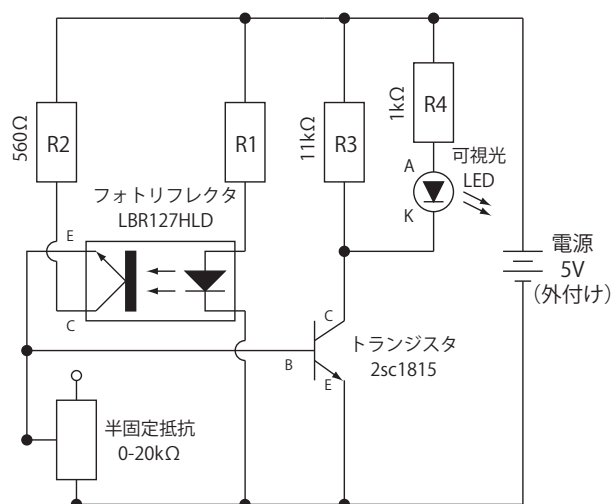

図 3.1: 課題回路: フォトリフレクタ回路
1. EAGLE で部品回路図を作成する前に、図 3.1 に示された回路における R1 の抵抗値を算出せよ。フォトリフレクタは上述のように LED とフォトトランジスタからなるが、抵抗 R1 は LED に流す電流を制限するために必要な素子である。表 3.1 にフォトリフレクタの LED 部の仕様表 (電気特性の一部を抜粋) を示してある。 I_F とはこの LED に流す上で標準的な電流値であり、**推奨値は $I_F = 20[\text{mA}]$** である。LED の順電圧 V_F とは LED に電流が流れ始めるしきい値電圧で、それ以上の電圧は LED にはかからない。ここでは Typ の値である $V_F = 1.2[\text{V}]$ を用いて計算する。図 3.1 より、本回路における**電源電圧は $5[\text{V}]$** である。これらを元に R1 の値を算出せよ。
3. 図 3.1 にフォトリフレクタ回路を示す。この回路図を元に EAGLE を用いて部品回路図を作成せよ。なお、EAGLE の使用方法 (部品回路図の作成) については後述のソフトウェアマニュアル (A1~A2 ページ) を参照のこと。R1 の値は前問で算出した値を用い、R2~R4 の抵抗値については図 3.1 に掲載してある。使用する部品の EAGLE 内の部品名・ライブラリフォルダ名は下表 3.2 の通りなので、参照すること。
- EAGLE のソフトウェアマニュアル (配線図の作成: A3~A5 ページ) の手順に従い、配線図 (Board) を作成する。この時、各電子部品は図 3.1 と同じように配置すると、配線しやすくなる。